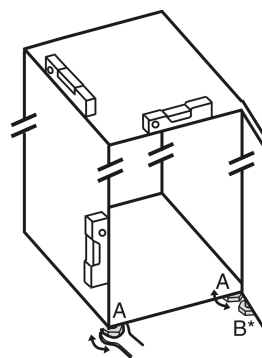

Fig. 23
- ▶ Odvrnite podesive nožice Fig. 23 (A) priloženim viličastim ključem i libelom prema van dok uređaj ne stoji čvrsto i ravno.
- Odvijte podesivu nožicu Fig. 23 (B) na podlošku ležaja priloženim viličastim ključem dok se ne podupre o pod.
- Nastavite okretati podesivu nožicu Fig. 23 (B) za 90°.